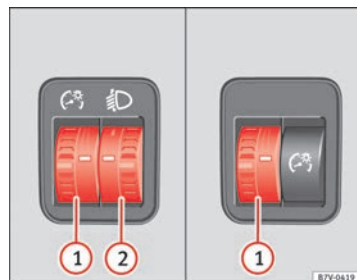

Fig. 62. Al lado del volante: reguladores de la iluminación de los instrumentos y los mandos (1) y del alcance de las luces (2).
① Iluminación de los instrumentos y los mandos
Con las luces encendidas se puede regular la intensidad de la luz de los instrumentos y los mandos girando el mando ⇒ fig. 62 ①.
② Regulación del alcance de las luces